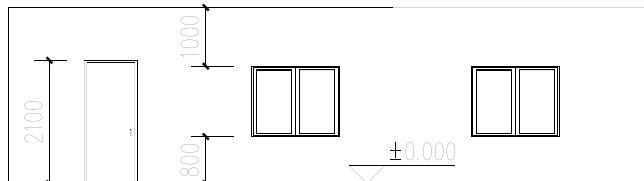

图 4-18 改高度原图
1. 打开“源文件”中的“改高度原图”图形，如图 4-18 所示，选择“改高度”命令，将墙体的高度设置为 3000，新的标高设置为 -300。命令行显示如下。